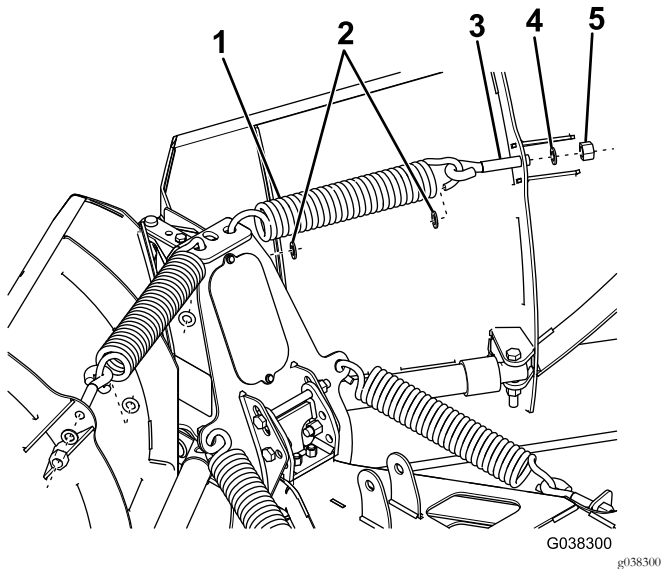

Figura 4
- Pase los 2 resortes de gancho a través de los orificios en la parte superior del conjunto de bastidor de empuje (Figura 4).
- Enganche los otros extremos de los resortes de gancho a los 2 pernos de ojo (Figura 4)
- Inserte el extremo roscado de los pernos de ojo a través de los orificios de la pala de la quitanieves, y sujételos con 2 arandelas (1/2") y 2 tuercas de bloqueo automático (Figura 4).
- Coloque un retenedor de tuerca de encaje a presión en cada extremo de los resortes de gancho (Figura 4).